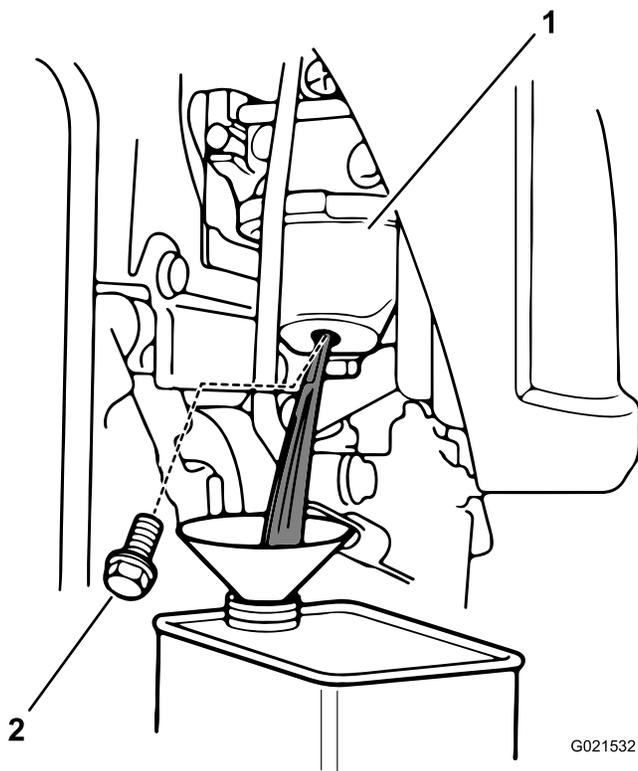

Figura 30
3. Coloque un recipiente de gasolina homologado debajo del carburador (Figura 30).
4. Retire el perno de vaciado del carburador (Figura 30).